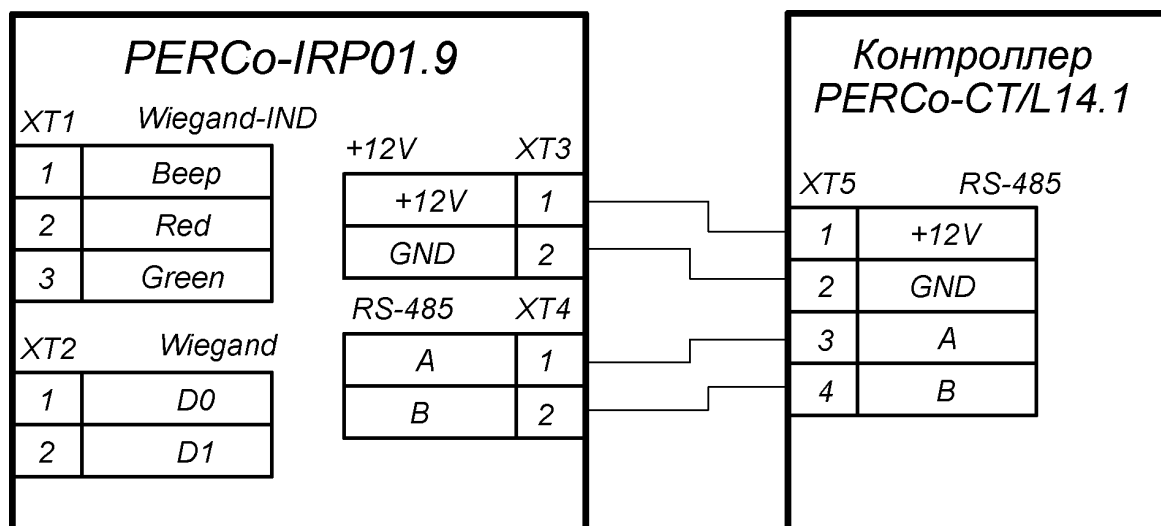
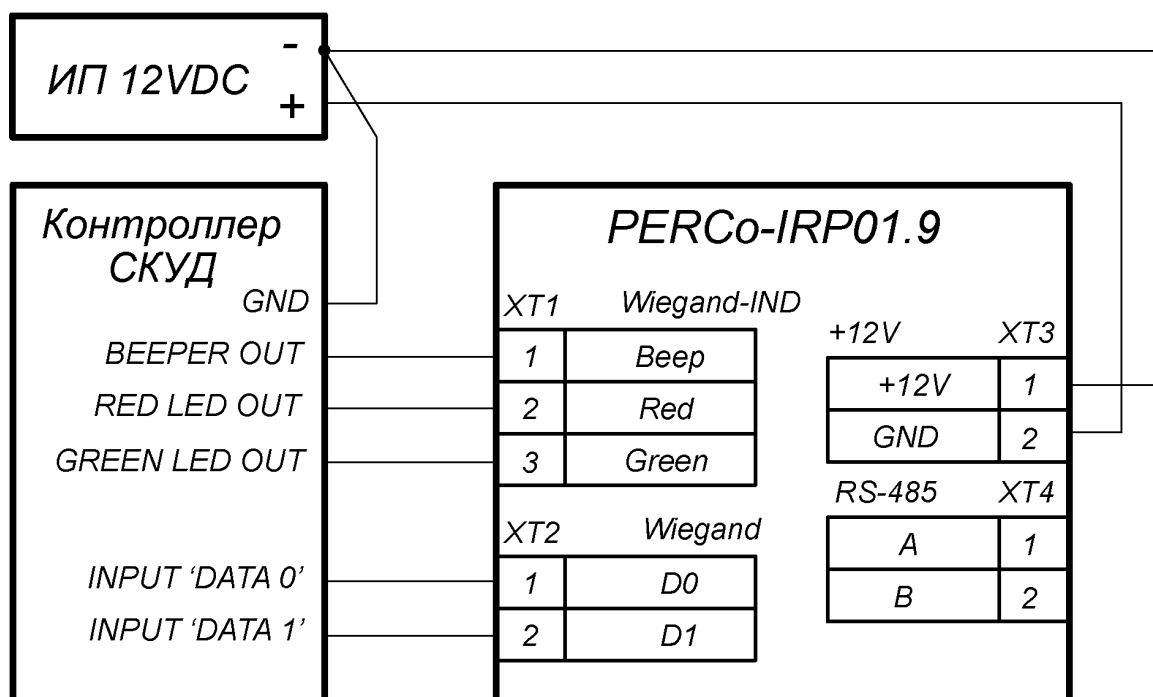

Рисунок 4. Схема подключения считывателя к интерфейсу RS-485
Рисунок 5. Схема подключения считывателя к интерфейсу Wiegand
- Подключите кабели к коммутационной плате считывателя согласно схемам подключения (см. рис. 4 или рис. 5) и зафиксируйте их стяжками на кронштейне.